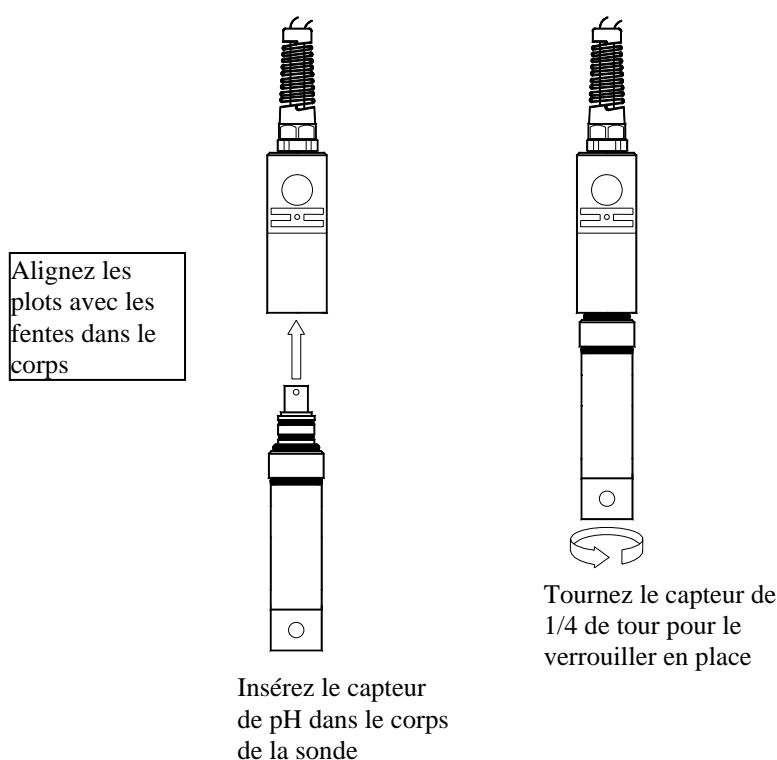

Figure 3
2. Insérez l'électrode dans le corps du capteur (assurez vous d'aligner les picots sur l'électrode avec les guides dans le corps du capteur) puis tournez d'un quart de tour pour verrouiller en place. Reportez vous à la *Figure 3*.